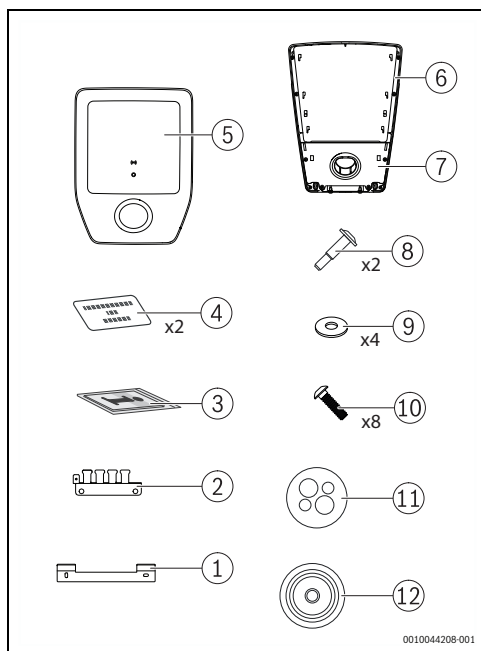

Fig. 97 Volume di fornitura
- Rimuovere la copertura [5] e il tappo con il supporto da parcheggio [7] dalla Logavolt (→ Fig. 97, pagina 99).